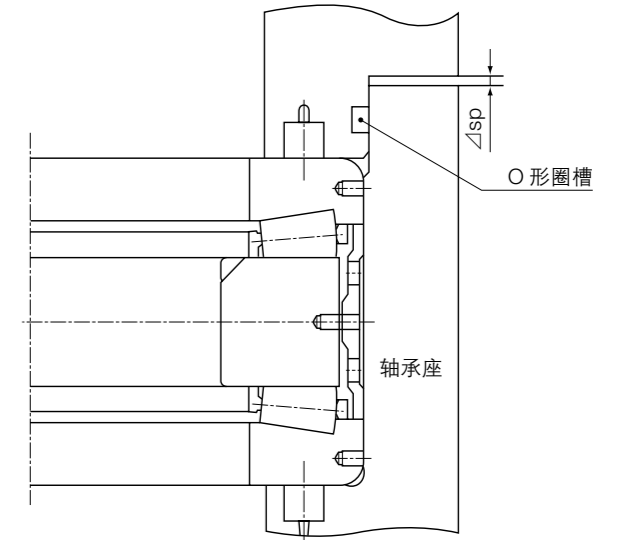

图 3.44 拆下预紧弹簧后的状态
- (1) 拆下轴承座的预紧弹簧。
(2) 用夹具将轴承装进轴承座。
(3) 拆下轴承压盖的 O 形密封圈及预紧弹簧，将压盖装在轴承座上。
(4) 松拧压盖紧固螺栓。
(5) 用塞规在几个紧固螺栓附近测量轴承座端面与压盖凸缘面的游隙 Δsp ，求出平均值（见图 3.44）。
(6) 按式 $\Delta sm = \Delta sp + 0.5$ (mm) 设定垫片厚度 Δsm 。